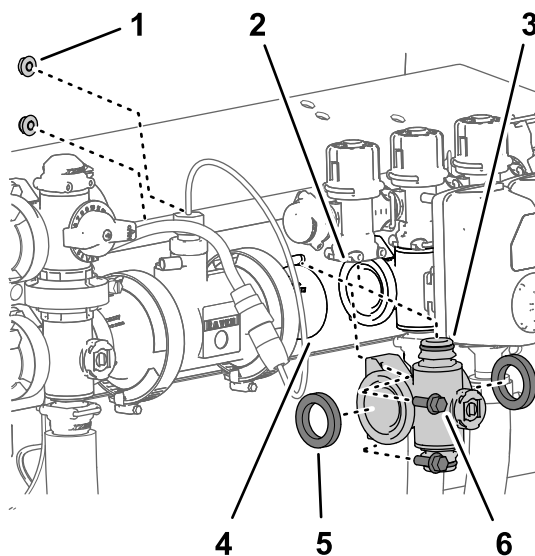
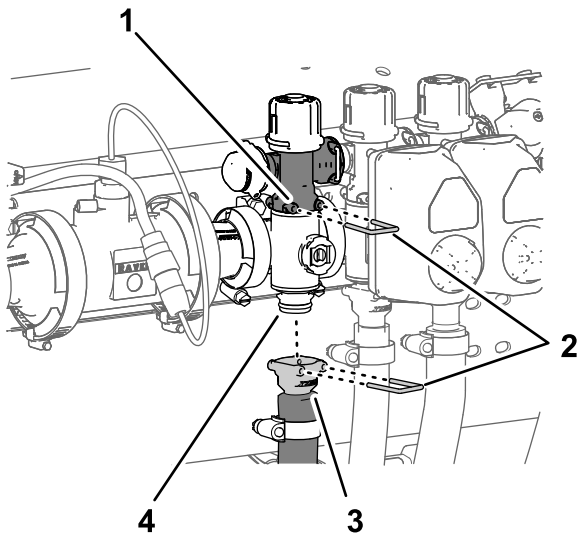

Figure 117
Figure 118
1. Alignez les 2 joints que vous avez retirés à la section Dépose de la valve de collecteur de section (page 83) et les brides du collecteur de vanne de section (Figure 117).
2. Alignez la bride du collecteur de vanne de section entre les brides des autres vannes de section et/ou adaptateur d'accouplement (Figure 117).
3. Fixez le raccord rapide du collecteur de vanne de section au raccord rapide femelle de la vanne de dérivation de section à l'aide d'un l'étrier de fixation (Figure 117 et Figure 118).
5. Pour les collecteurs de vanne de section gauche et droit, fixez le collecteur de vanne de section au support de vannes (Figure 117) à l'aide des 2 boulons à embase ($\frac{1}{4}'' \times \frac{3}{4}''$) et des 2 contre-écrous à embase ($\frac{1}{4}''$) que vous avez
8. Fixez le raccord rapide du flexible de section au raccord rapide du collecteur de vanne de section à l'aide de l'étrier de fixation (Figure 118).